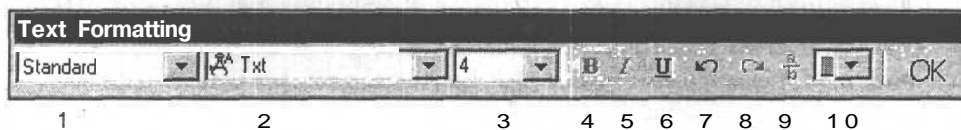

Рис. 9.13. Панель форматирования редактора многострочного текста
3. Измените текст нужным образом, воспользовавшись панелью форматирования текста **Text Formatting** (Форматирование текста) (рис. 9.13). Панель имеет три выпадающих списка для управления начертанием вновь создаваемого или редактируемого текста: